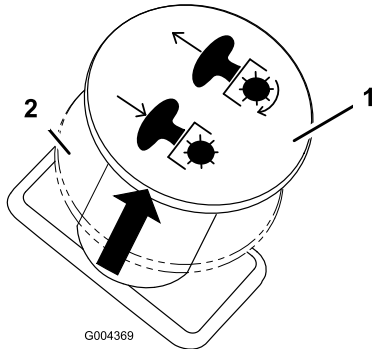

Figura 14
3. Tire del mando de control de las cuchillas para engranar las cuchillas (Figura 14).
Para desengranar las cuchillas, mueva el mando de control de las cuchillas a Desengranado (Figura 14).